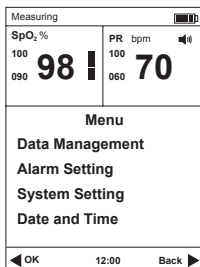

Fig.3.1
- 1) Premere l'interruttore di alimentazione per 3 secondi per accendere l'ossimetro quindi premere il pulsante menu per accedere al menu principale (fare riferimento alla Fig.3.1)